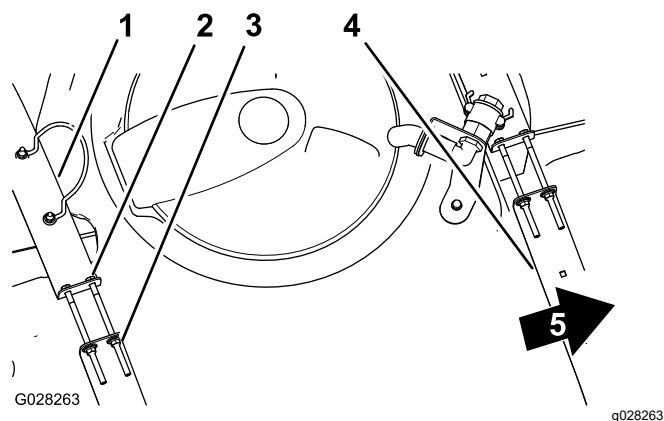

Figura 25
3. Si los flejes tienen holgura, apriete las contratuercas con arandela prensada y los pernos del extremo superior de los flejes hasta que los flejes queden apretados contra la superficie del depósito (Figura 25).
2. Compruebe si hay holgura entre los flejes y el depósito (Figura 25).